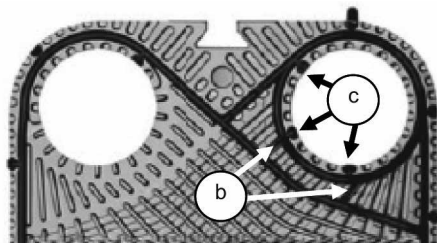

Fig.9
- Pour la moitié de joint dont la plaque dispose d'un logement correspondant à chaque Plug-in® (Fig.9-c), positionnez le joint, insérez les Plug-in® dans leur logement et encollez les barrettes de liaison Fig.9-b.
ciseaux et coller le joint comme en 5.7.3, sauf la partie circulaire entourant le collecteur. Il peut aussi être nécessaire d'éliminer les barrettes de liaison (Fig.9-b).
NOTA: certaines plaques ne disposent pas d'emplacement sur le pourtour des collecteurs pour insérer les Plug-In® des joints, il faut donc les couper avec des ciseaux. Pour ces plaques, il faut également couper les barrettes de liaison Fig.9-b. La zone non maintenue des joints doit alors être maintenue par collage. Nous conseillons d'encoller en totalité les joints d'échangeur DN200.